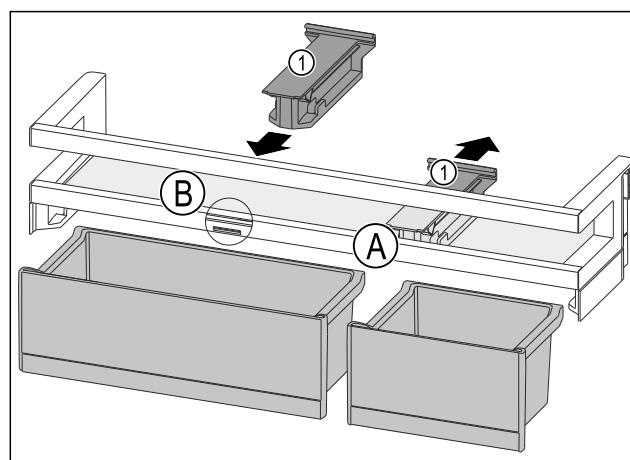

Fig. 82
- Изтеглете задържащата част Fig. 82 (1) на позиция Fig. 82 (A) назад.
- Поставете задържащата част Fig. 82 (1) на позиция Fig. 82 (B).